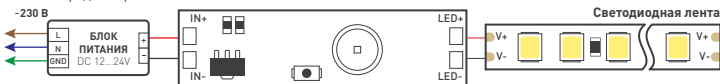

Рисунок 4. Схема подключения микродиммера.
- 3.4. Подключите светодиодную ленту к выходу диммера, соблюдая полярность (см. Рис. 4).
- 3.5. Подключите питание ко входу диммера, соблюдая полярность (см. Рис. 4). Напряжение питания должно соответствовать напряжению подключенной светодиодной ленты и не превышать рабочее напряжение микродиммера.